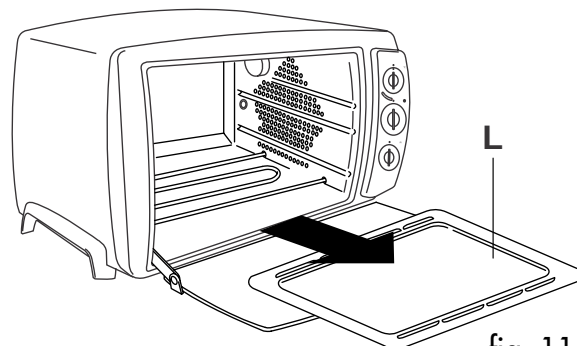

fig. 11
Sfilare il vassoio raccoglibriciole (L) tirando verso se stessi (vedere fig. 11). Se l'operazione risultasse complicata, inumidire le parti esterne del vassoio. Rimuovere l'eventuale sporco con un panno umido. Asciugare bene e quindi **reinserire il vassoio**.